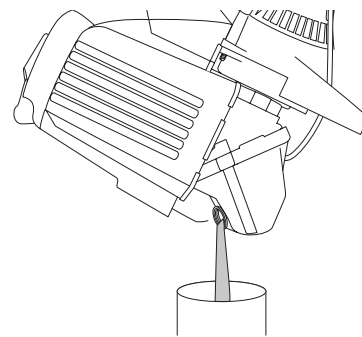

Fig. 18
3. Vierta el aceite fuera del orificio de llenado de aceite en un recipiente inclinando la unidad hasta una posición vertical (Fig. 18). Deje suficiente tiempo como para completar el drenaje.